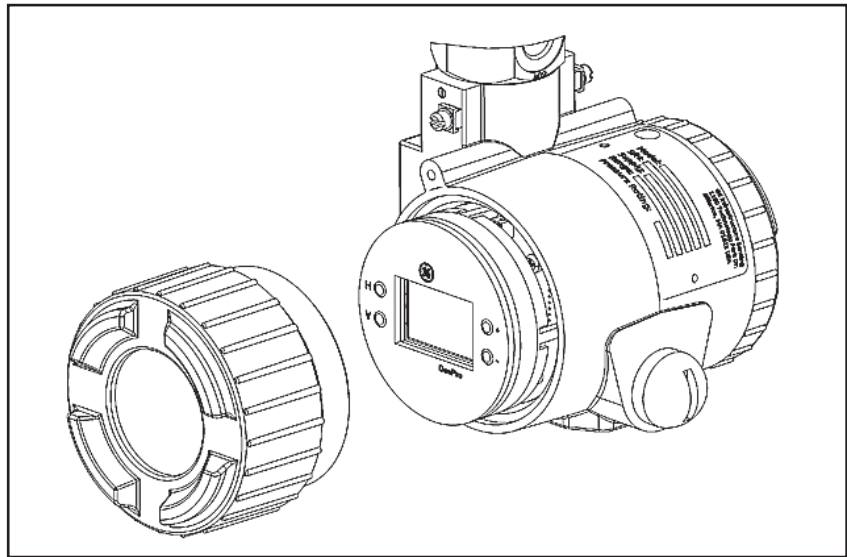

Figura 4-1: Dewpro com Visor
1. Solte e remova a tampa protetora do DewPro (conforme mostrado na Figura 4-1 acima), deixando exposto módulo do visor abaixo. Os botões **V**, **H**, **+** e **-** agora estão acessíveis.